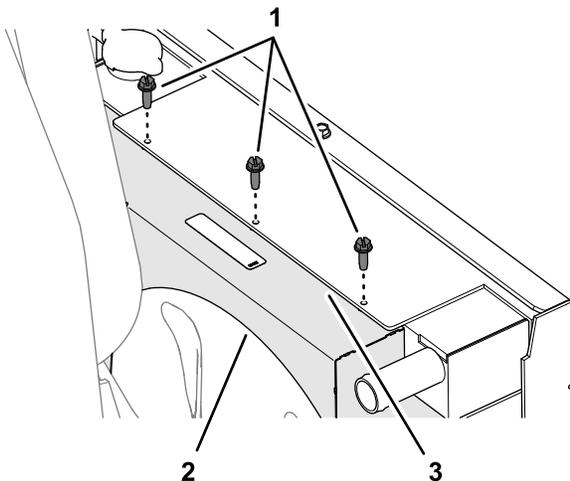

Bild 36
7. Befestigen Sie die obere Lüfterverkleidung am Kühler/Ölkühler (Bild 36) mit drei Blechschauben ($\frac{1}{4}'' \times \frac{3}{4}''$).